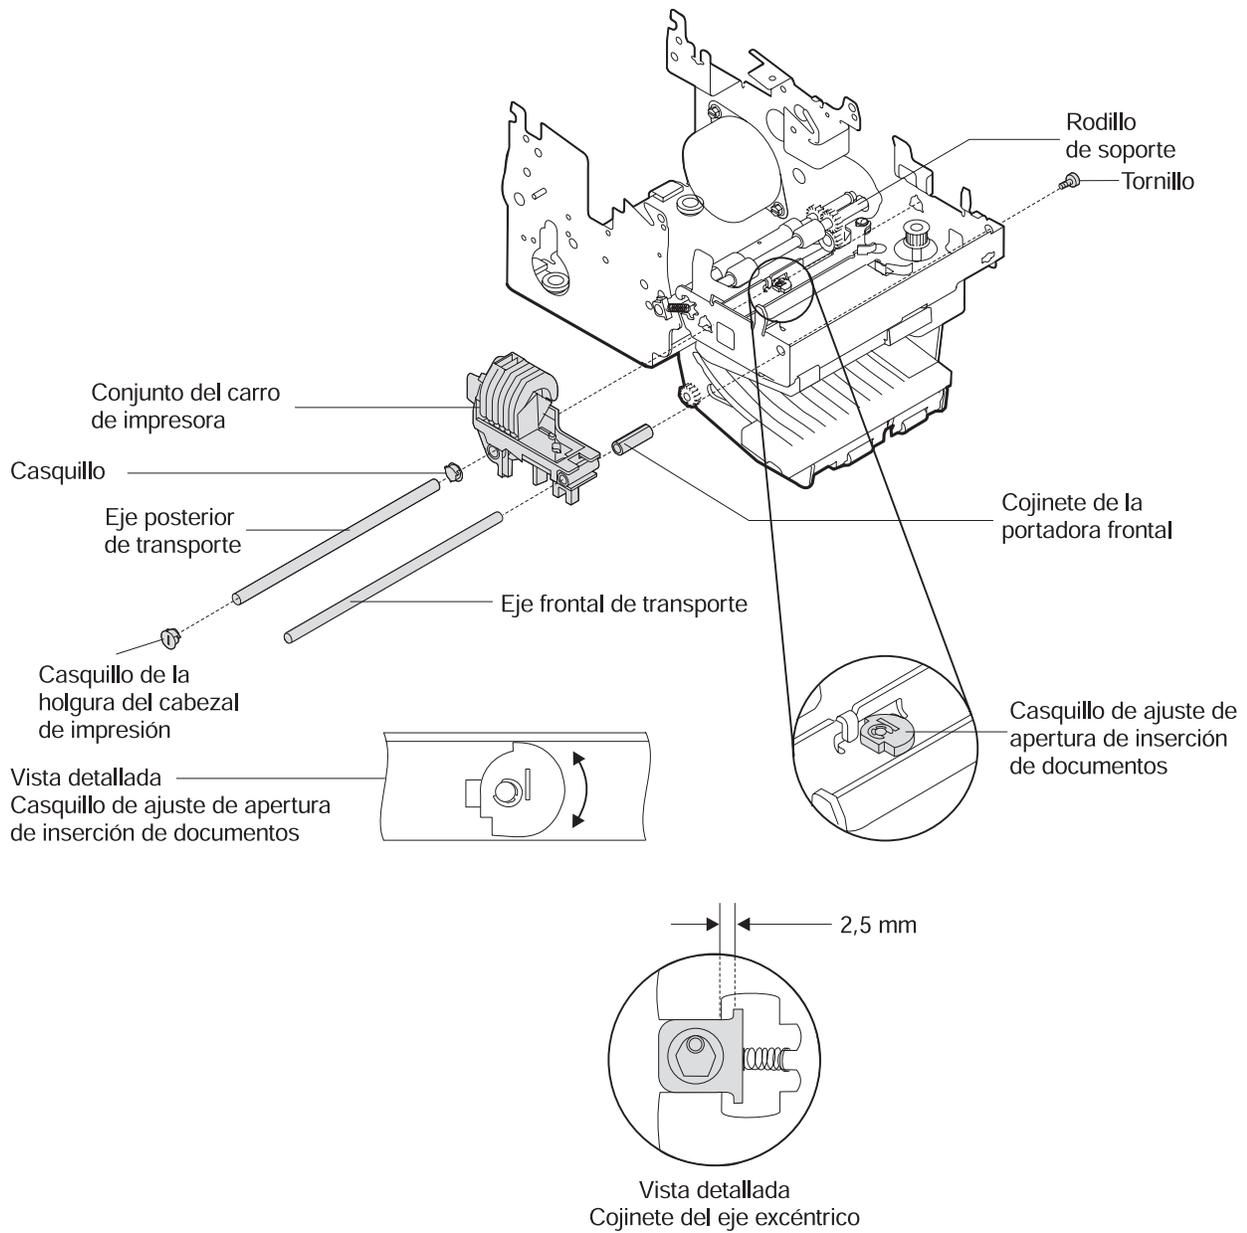

Figura 5-4. Ajuste de la palanca de apertura de inserción de documentos
2. Utilice un destornillador para ajustar el casquillo de ajuste de apertura de inserción de documentos. Realice el ajuste hasta que el extremo izquierdo del eje del rodillo de soporte se haya movido 2,5 mm (0,098 o in 0,1 pulgadas) respecto a la posición de cierre. También se puede medir por la distancia a la que retrocede el cojinete izquierdo del rodillo de soporte respecto al bastidor (consulte la Figura 5-4 en la página 5-8).